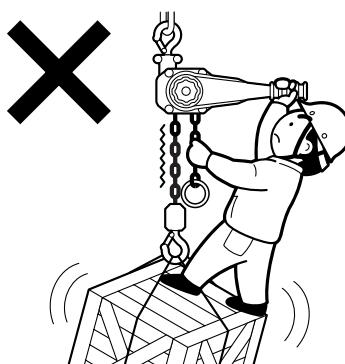

図5
- (7)つった荷に人は乗らないでください。また、人の乗る用途に絶対に使用しないでください。図5
- (8)つり荷の反転作業は、専門知識のある人以外絶対に行わないでください。
- (9)地球づりしないでください。
- (10)操作中は荷から気をそらさないでください。
- (11)巻上げ過ぎ、巻下げ過ぎはしないでください。
- (12)つり上げた荷を長時間放置しないでください。
- (13)つり上げた荷を短時間保持するときは、必ず切換えつめをUP(巻上げ)の位置にしておいてください。
- (14)フックに荷を掛けるときは、必ずフック中心の正しい位置に掛けるように使用してください。